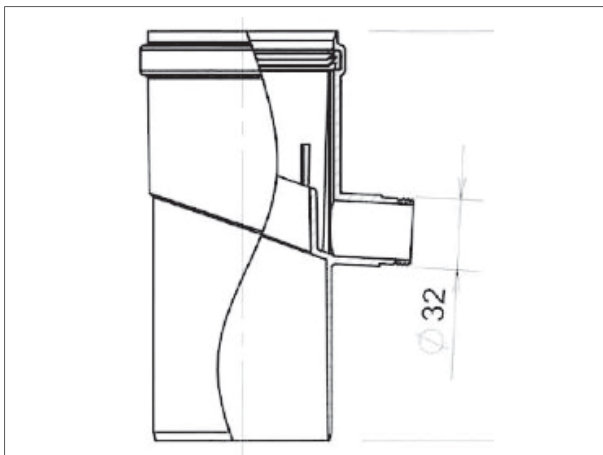

Figure 15 - Récupérateur de condensats
- Ajouter un récupérateur de condensats (figure 15).